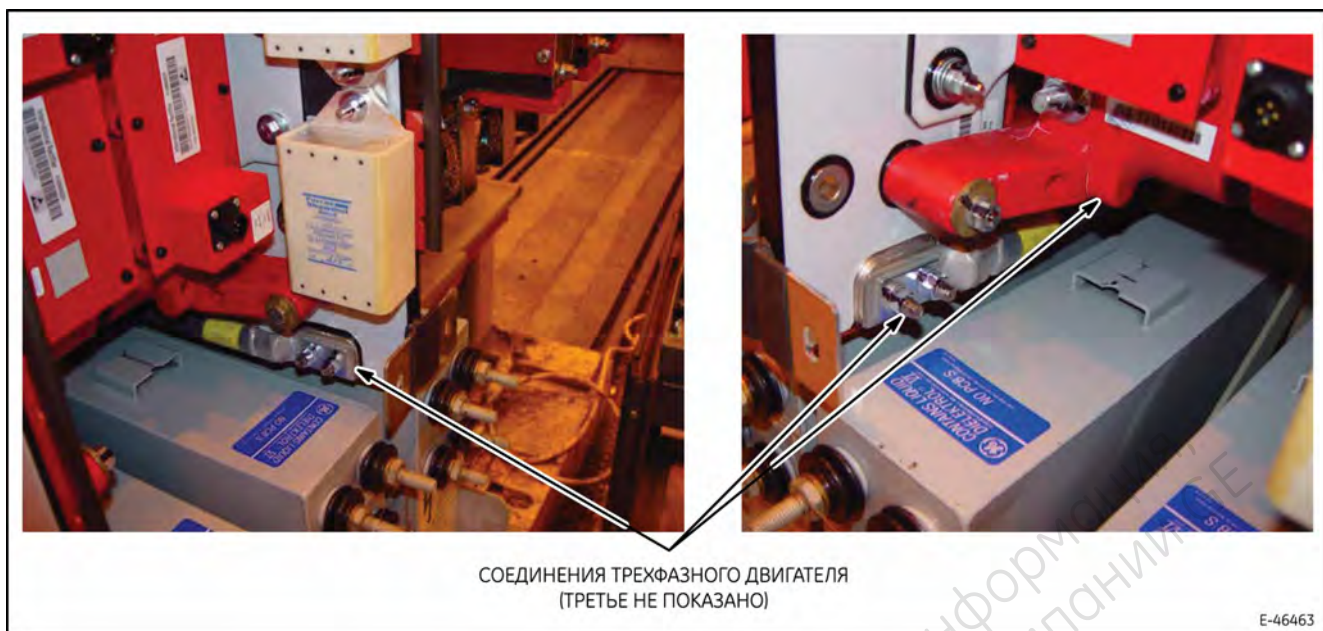

Рис. 34. Подключения кабеля двигателя к изолированной вертикальной шине.
6. Отсоедините от вертикальной шины кабели трехфазного двигателя (рис. 34).